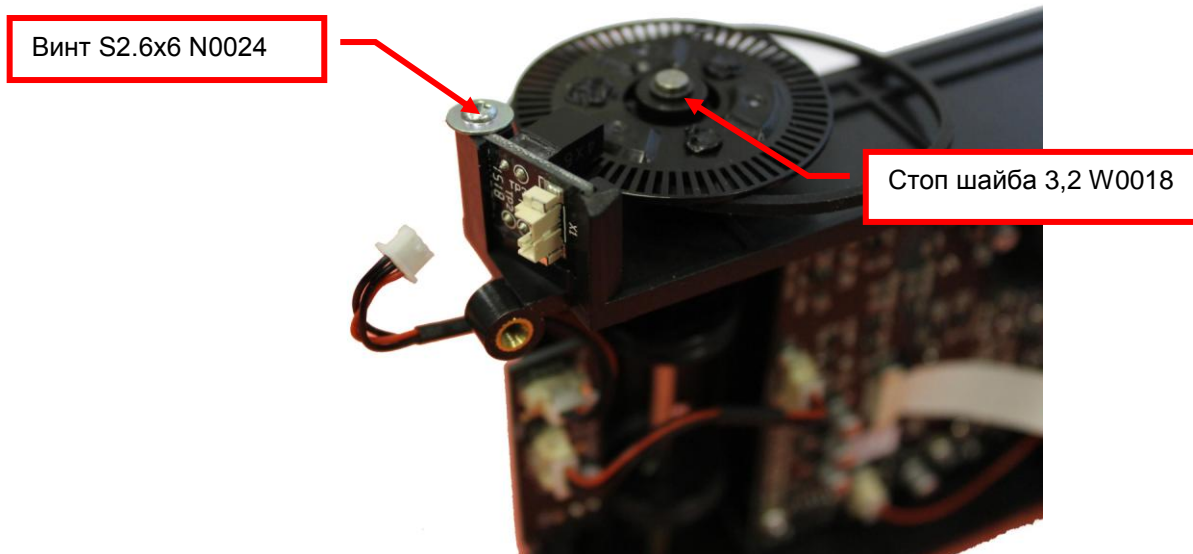

Рис. 8.31
8.14.4 Вывинтите, с помощью отвертки Ph1, винт S2.6x6 N0024, фиксирующий модуль синхродатчика. Снимите, с помощью пинцета, стоп шайбу 3,2 W0018, фиксирующую счетный диск на оси передней (см. рис.8.31).